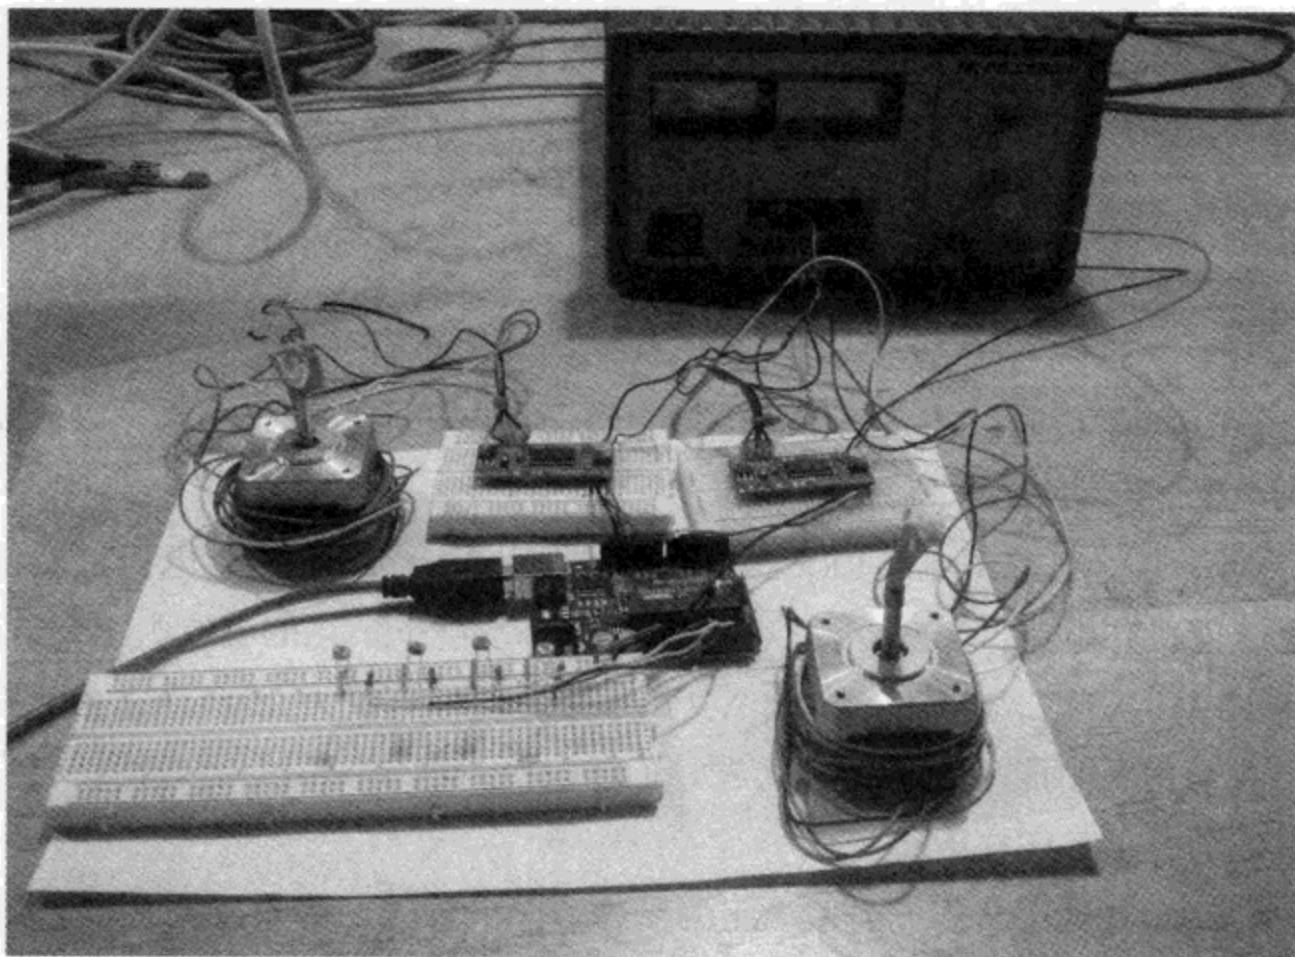

图10.23 所有 SADbot的电路
(8) 接地的引脚同时也应该接到 Arduino 板上的 ANALOG IN。从左往右，将光敏电阻的接地引脚接到 Arduino 的引脚 0、1、2、3 上，分别对应于代码中的 up、down、left、right。
(9) 将 Arduino 的 GND 和 5 V 引脚接到面包板的电源和地，接完的电路应如图 10.23 所示。